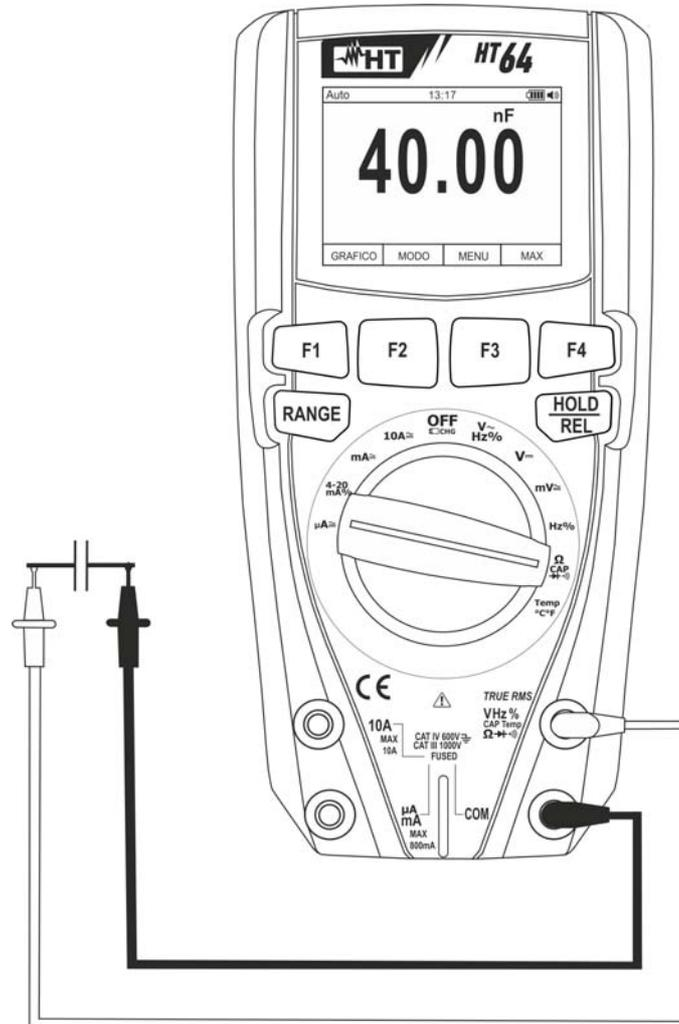

Fig. 27: Uso dello strumento per misura di Capacità
5. Posizionare i puntali ai capi del condensatore in esame rispettando eventualmente le polarità positive (cavo rosso) e negative (cavo nero) (vedere Fig. 27). Il valore della capacità è mostrato a display. La barra grafica non è attiva in questa funzione